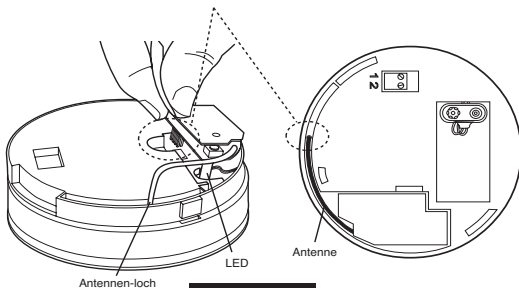

Abbildung 1
2. Nehmen Sie das Funkmodul aus der Verpackung, und setzen Sie es vorsichtig in der Rückseite des Warnmelders ein (siehe Abbildung 1) - (bei einigen Warnmelder-Modellen sind die Funkmodule bereits installiert).